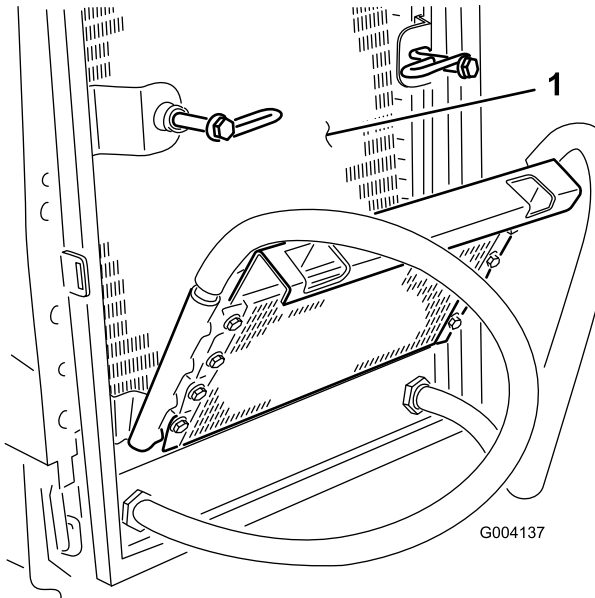

Figura 52
6. Limpe os dois lados do dispositivo de arrefecimento de óleo e o radiador (Figura 52) com ar comprimido.